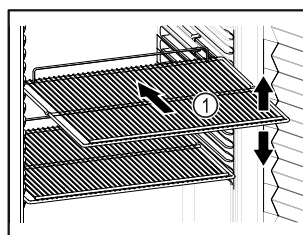

Fig. 86 Példaként szolgáló ábrázolás
- ❑ Ha a tárolófelületek Fig. 86 (1) áthelyezhetőek, akkor igazítsa be őket a kívánt magasságnak megfelelően.